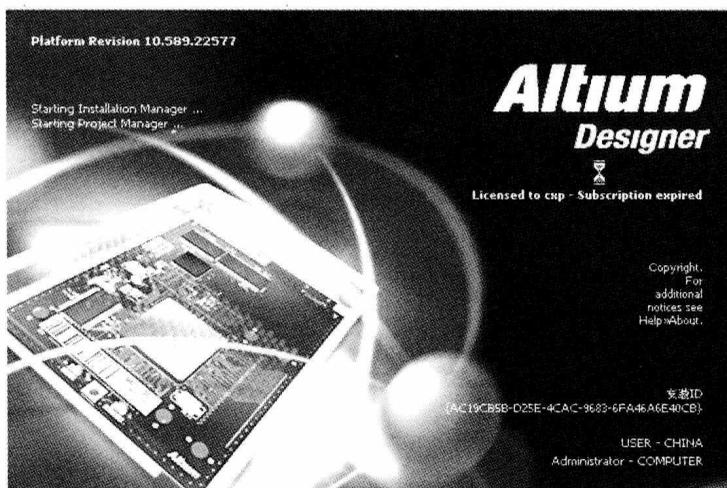

图 1-8 软件的启动界面
**步骤 02** 在软件启动过程中可以看到软件的版本号是“10.589.22577”，软件的启动界面如图 1-8 所示。